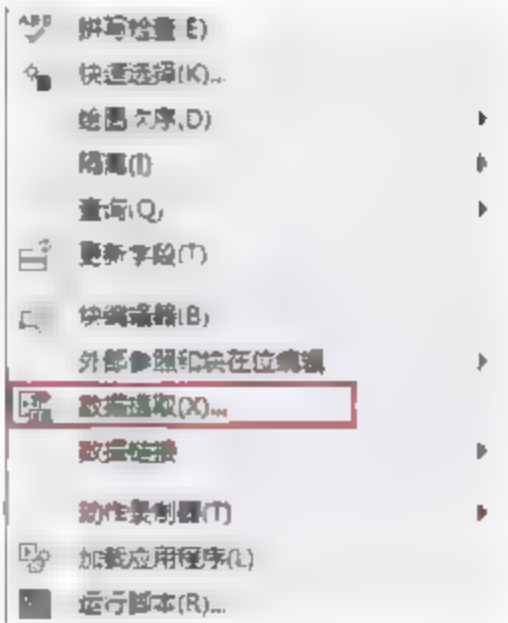

图7-46 选择命令
- 菜单栏：选择菜单【工具】|【数据提取】命令，如图7-46所示